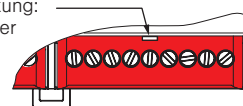

Abb. 2 Lösen der Klemmenabdeckungen
- Montieren Sie das Gerät beim Verteilereinbau auf einer Hutschiene (TH 35-15) durch Aufclipsen. Zur Erleichterung der Anschlussarbeiten können die Klemmenabdeckungen gelöst werden (siehe Abb. 2). Zum Anschluss des Netzwerkes kann eine der Klemmenabdeckungen gelöst werden.